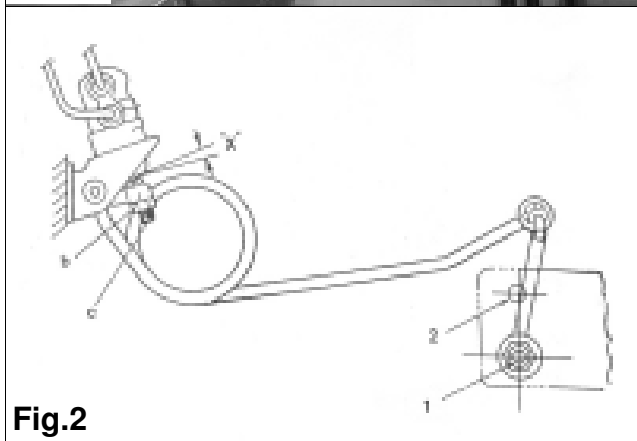

Fig.2
3. Stel de remdrukregelaar zo af dat de speling **X=0mm**. Het afstellen gebeurt met stelbout **C** en borgmoer **B**. Zie fig. 2.
3. Adjust the LSV so that **X=0mm** by using the adjust bolt **C** and lock nut **B**. See fig. 2.
3. Stellen Sie die ALB Regelung so ein dass **X=0mm**. Die Einstellung geht mit Bolzen C und Mutter B. Sehe fig. 2.